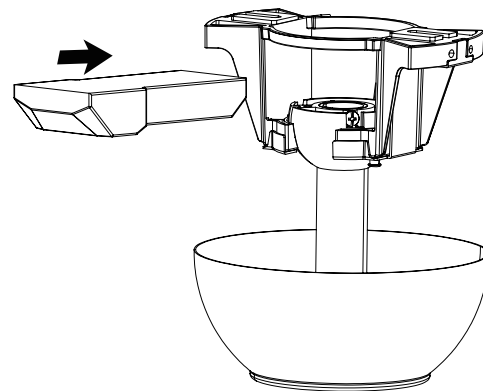

Figura 13
Paso 1. Inserte el receptor en el soporte de montaje en el techo con el lado plano del receptor orientado hacia el techo (**Figura 13**) para un mejor rendimiento, asegúrese de que el cable negro de la antena (en el extremo del receptor) permanezca extendido y no se enrede con los cables eléctricos.